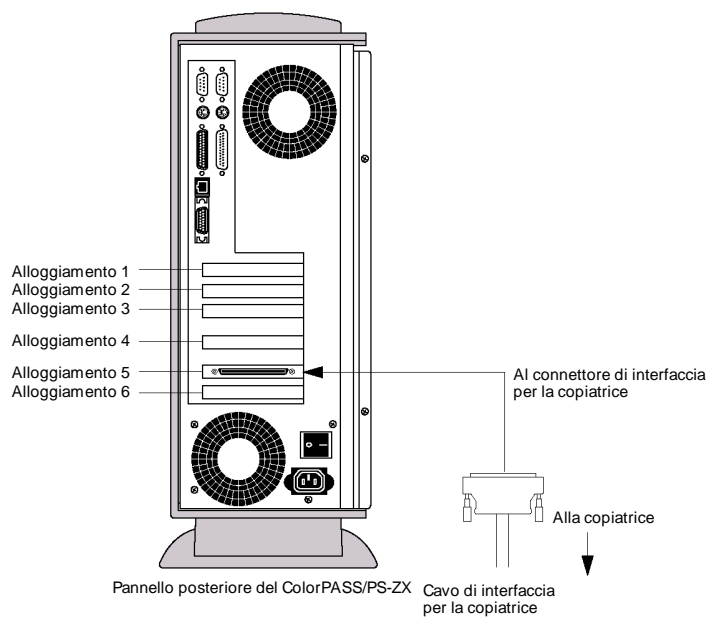

Figura 3-2 Collegamento del cavo di interfaccia per la copiatrice
4. **Collegare l'altra estremità del cavo al connettore di interfaccia per la copiatrice del ColorPASS/PS-ZX nell'alloggiamento 5 (vedere Figura 3-2 a pag. 3-4).**